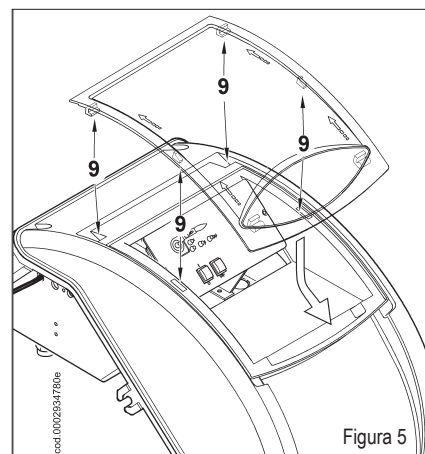

Figura 5
- 5) Per una corretta sistemazione dello sportellino trasparente sul quadro procedere come indicato in figura 5: posizionare i ganci in corrispondenza delle rispettive sedi (9), far scorrere lo sportellino nella direzione indicata dalla freccia fino ad avvertire un leggero scatto. A questo punto è garantita un'adeguata tenuta.